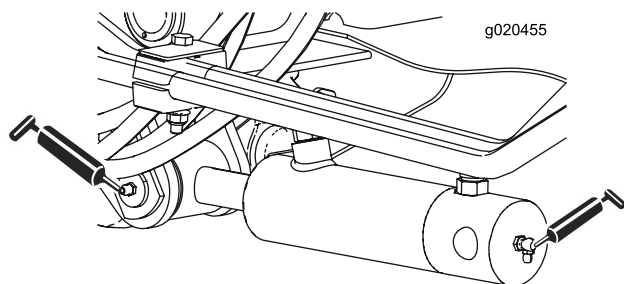

Figura 43
- 2 (su ciascun lato) boccole orientabili del cilindro del braccio di sollevamento (Figura 43)